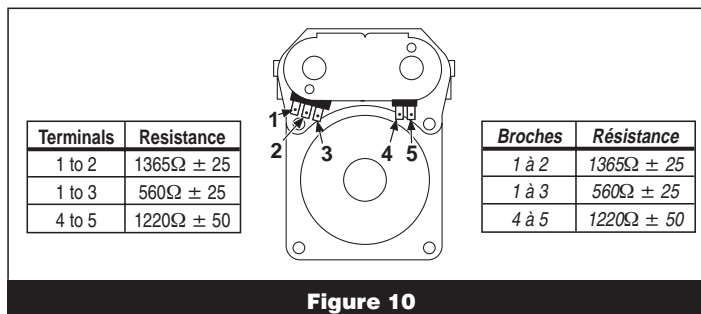

Figure 10
3. Use an ohmmeter to determine if a gas valve coil has failed. Remove harness plugs. Measure resistance across terminals. See Figure 10. Readings should match those shown in the chart. If not, replace coil.
3. À l'aide d'un ohmmètre, contrôler la continuité à travers la bobine de l'électrovanne : débrancher les conducteurs et mesurer la résistance entre les broches. Voir Figure 10. Les valeurs mesurées doivent correspondre aux indications du tableau. Si ce n'est pas le cas, remplacer la bobine.